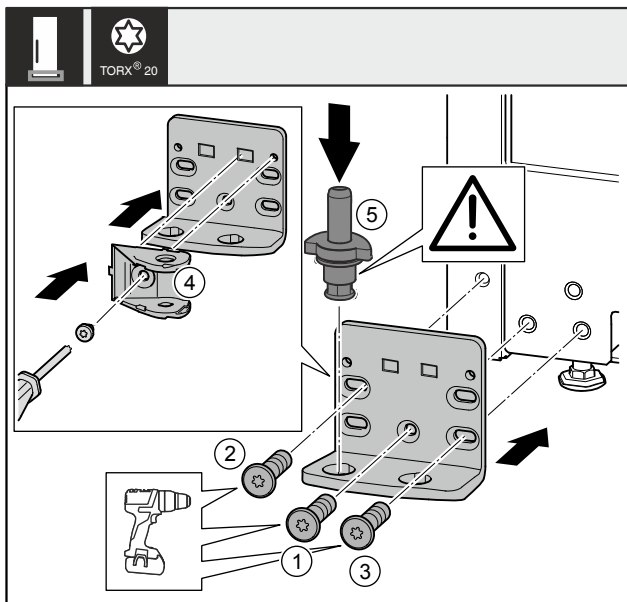

Fig. 36 \*
- ▶ Nasadte stojan ložiska na druhé straně a přišroubujte pomocí šroubováku. Začněte šroubem Fig. 36 (1) dole uprostřed.\*
- ▶ Utáhněte šroub Fig. 36 (2) a šroub Fig. 36 (3).\*
- ▶ Spojení tlumiče zavírání Fig. 36 (4) otočte o 180°. Šroubovákem přišroubujte na druhé straně stojanu ložiska.\*
- ▶ Zcela vložte ložiskový čep Fig. 36 (5). Přitom dávejte pozor, aby zajišťovací vačka směřovala dozadu.\*